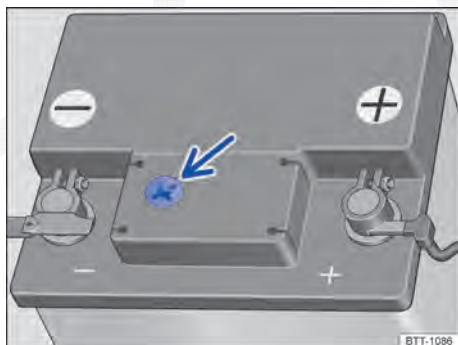

Fig. 266 Representação esquemática: visor no lado superior da bateria do veículo.
- Providenciar iluminação suficiente para poder identificar o indicador colorido no visor redondo no lado superior da bateria do veículo → Fig. 266 (seta). Nos veículos com bateria do veículo no compartimento de bagagem, se necessário, utilizar um espelho para ver melhor a indicação da cor. Jamais utilizar chamas expostas ou objetos incandescentes como iluminação.